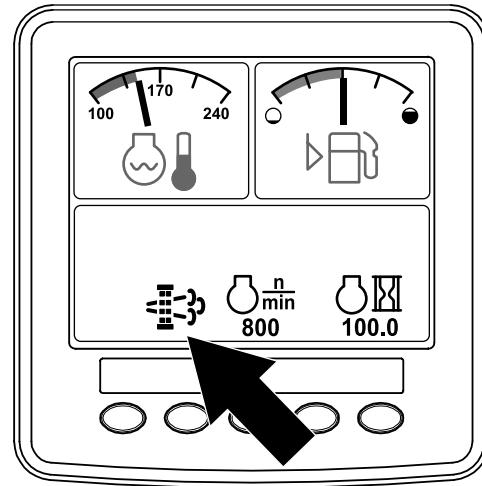

Figura 47
- Cuando el ordenador del motor solicita una regeneración con la máquina aparcada o una regeneración de recuperación, aparece el ícono de solicitud de regeneración (Figura 47) en el InfoCenter.